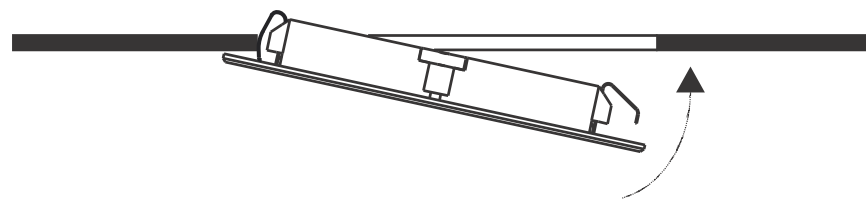

Fig 4
- Dugja át a lyukon a csatlakozó kábelt (A), majd helyezze be a lámpát (B) és enyhe nyomással rögzítse azt. Lásd Fig. 4.